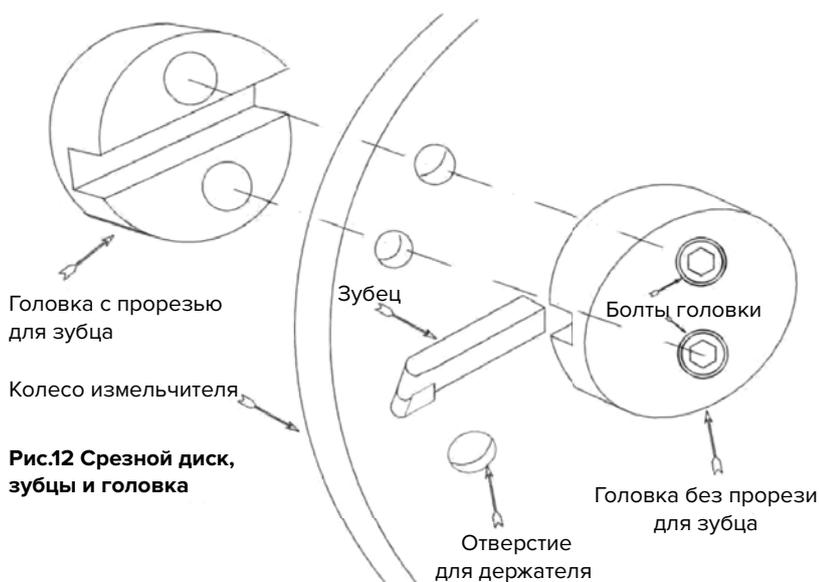

Рис.12 Срезной диск, зубцы и головка
- II. Чтобы предотвратить поворот режущего диска, поместите штифт диаметром 5/8 в специальное отверстие (см. рис. 12)